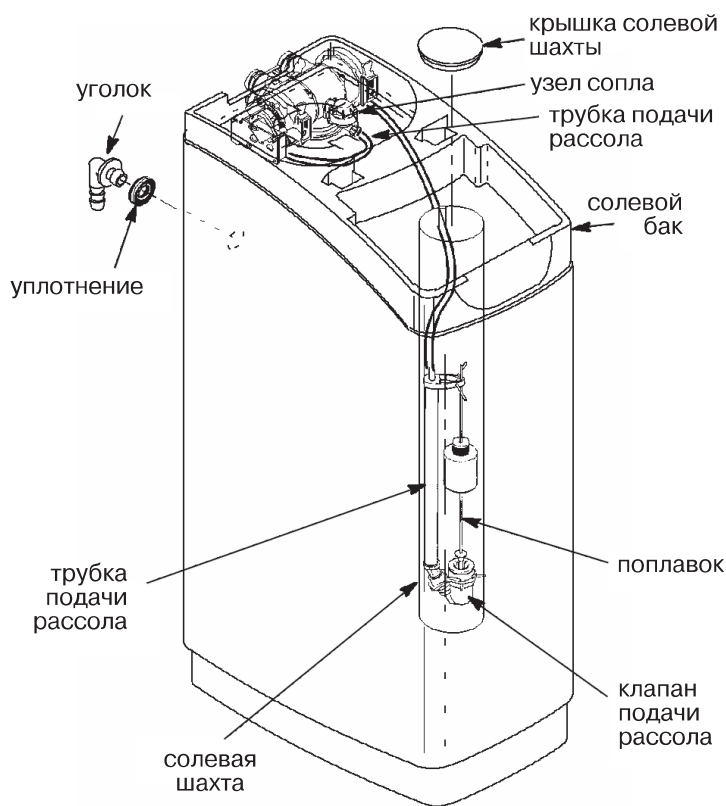

Рис. 1. Моноблочные модели
1. Моноблочные модели поставляются в собранном виде. Во время установки снимите верхнюю крышку и крышку солевого бака и отложите их в сторону во избежание повреждений. Убедитесь в том, что солевая шахта установлена вертикально и закреплена (**рис. 1**).
11. В случае модели с отдельным солевым баком, подсоедините трубку подачи рассола к соплу вентури (**рис. 1, 2 и 8**). Используйте уголок, прокладку, гайку и сетку с картонки с маленькими деталями. Затяните гайку рукой, а затем на 1/4 оборота плоскогубцами.